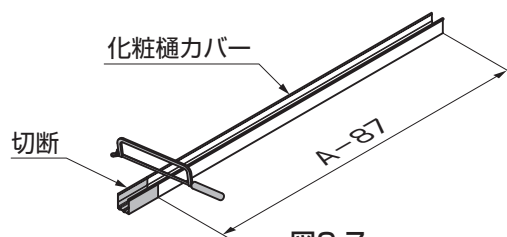

図9-7
- ② 実測値を基に化粧樋カバー、豎樋を加工してください。（図9-7、図9-8参照）